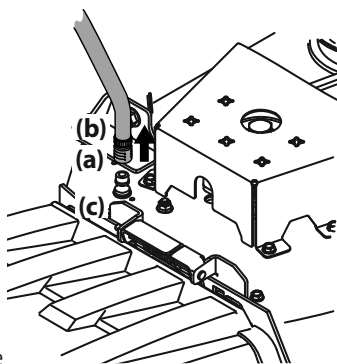

Figura 27
3. Tire del collarín de ajuste (a) del adaptador del pico (b) hacia atrás y empuje el adaptador del pico sobre el pico de lavado de la plataforma (c). Suelte el collarín de ajuste para trabar el adaptador del pico en el pico de lavado de la plataforma. Consulte la Figura 27.